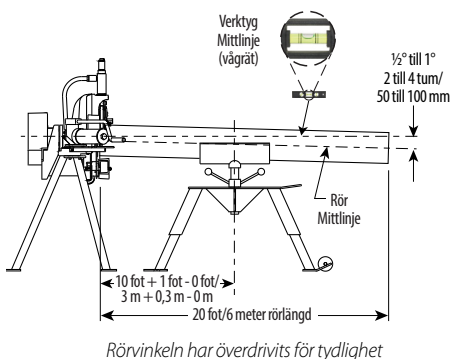

BILD 1: RÖRSTÖD
1. Kontrollera att verktyget är avvägt. Se avsnittet "Verktygsuppställning" för avvägningsskrav. Justera rörstativets höjd för att skapa en lutning på $\frac{1}{2}$ till 1° på röret från verktyget (se bild 1). Detta främjar spårningen och minskar uppflänsning av rörets ände.
5. Placera rörstativet på ett avstånd något längre än halva rörlängden från verktyget. Se bild 1.